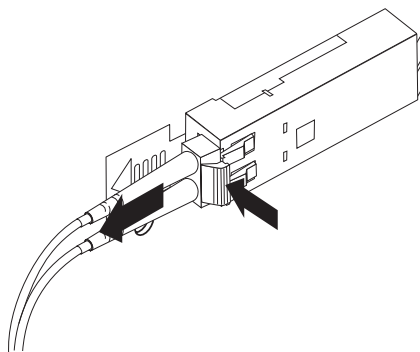

図 23. LC-LC ファイバー・チャネル・ケーブルの取り外し
2. 図 23 に示されているように、ケーブル・レバーを押し下げる際に、コネクタを慎重に引っ張って、SFP モジュールからケーブルを取り外します。